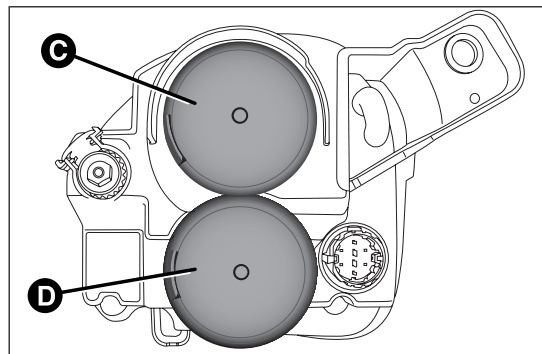

fig. 161
La disposition des ampoules est la suivante fig. 161 :
- retirer le couvercle C fig. 161 ;
- pour finir, remonter le couvercle C fig. 161.
- retirer le couvercle D fig. 161 ;
- pour finir, remonter le couvercle D fig. 161.